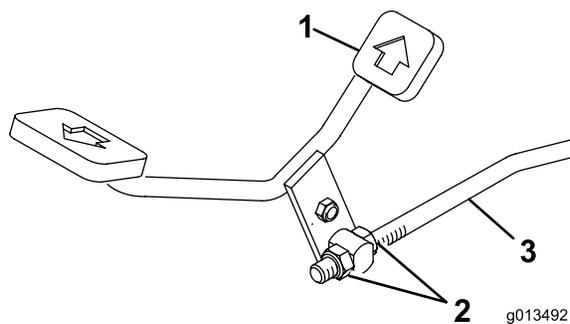

Figura 22
3. Allentate i controdadi sull'asta di comando (Figura 22).